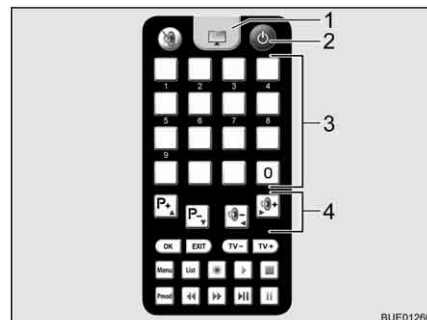

Fig. 32 Mando a distancia
- Pulsar la tecla "⏻" (Fig. 32,2) del mando a distancia.
- Ajustar la emisora deseada con las teclas de memoria (Fig. 32,3) o las teclas de función (Fig. 32,4).